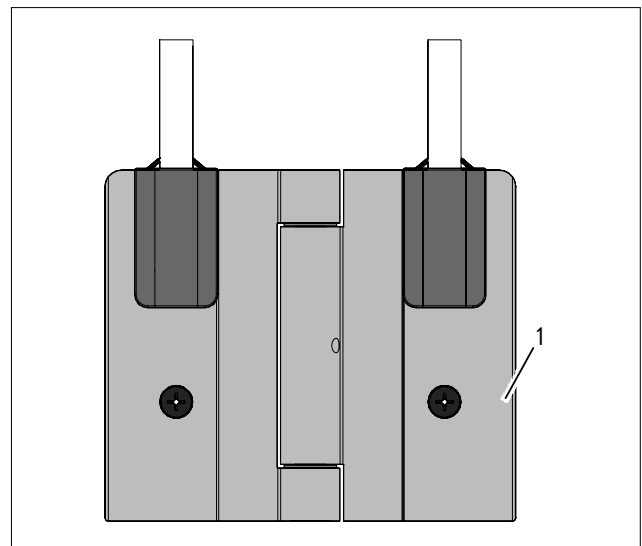

Abb. 43 Faltband lösen
3. Faltbänder (Abb. 43/1) an der Vorder- und Rückseite der Flügel lösen.